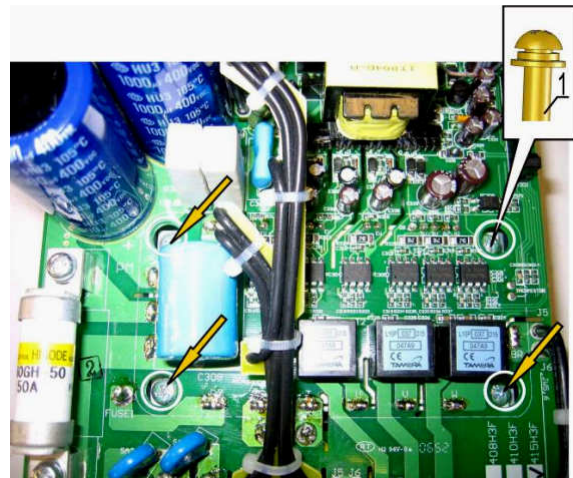

Рисунок 6.14
6.7.4 Выкрутить четыре винта крепления IGBT модуля к радиатору (рисунок 6.14).